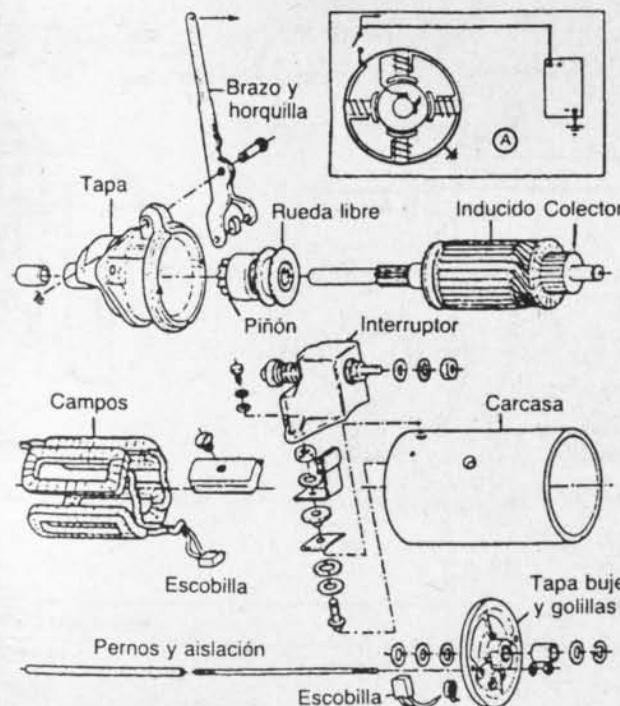

Fig. 4-5.— Motor de arranque Femsaco
**7. Motor de arranque.**— Pertenece al tipo de motores en serie, es decir, la corriente de 60 a 120 amperes que envía la batería cuando se juntan los contactos del interruptor pasa por los 4 enrollados de los polos, sigue después por la escobilla aislada, llega al colector, circula por las espiras del inducido y finalmente pasa a masa por la otra escobilla, como se muestra en (A) (Fig. 4-5). El flujo de corriente eléctrica crea campos magnéticos, tanto en el inductor como en el inducido, que ponen en marcha el arranque, cuyo piñón engrana con la corona del volante del motor, dándole la velocidad de rotación necesaria para que entre en funciones el motor del automóvil.